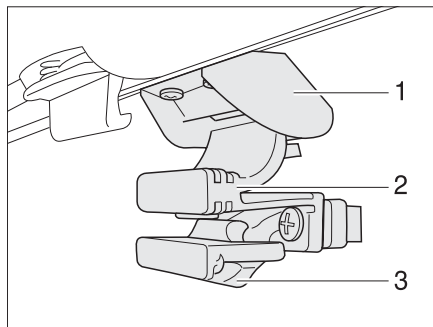

Bild 47 Fönster i ingångsdörren
Öppna fönstret: ■ Tryck säkringen (Bild 47,3) bakåt.
■ Tryck ihop handtaget (Bild 47,2) och skjut fönstret neråt.
Stänga fönstret: ■ Skjut fönstret uppåt tills handtaget (Bild 47,2) snäpper fast i låset (Bild 47,1).